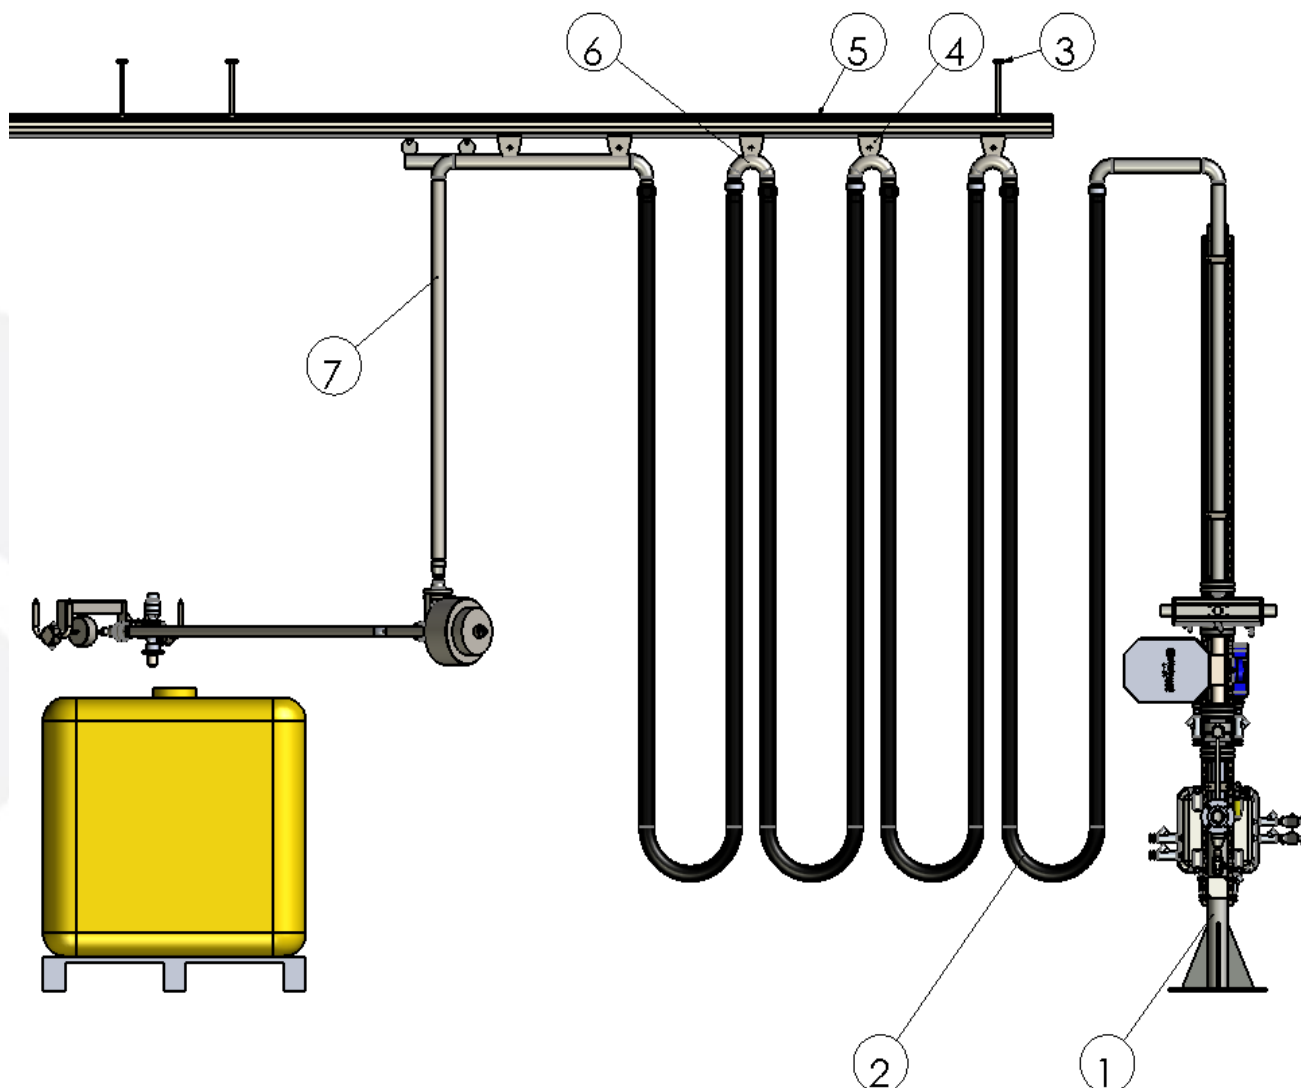

Figura 15
- Com o uso do monotrilha (item 5, figura 15), o operador será capaz de movimentar o braço de carregamento em dois planos, concedendo mobilidade ao conjunto.